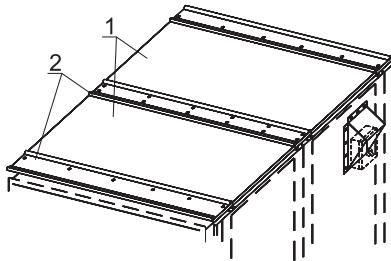

Рисунок 3
Перемычки (2) нужно выставить симметрично между боксами, совместив соответствующие отверстия в них с отверстиями в полотне (1) (листы металла) и закрепить болтами M6 с шайбой (рис.3).